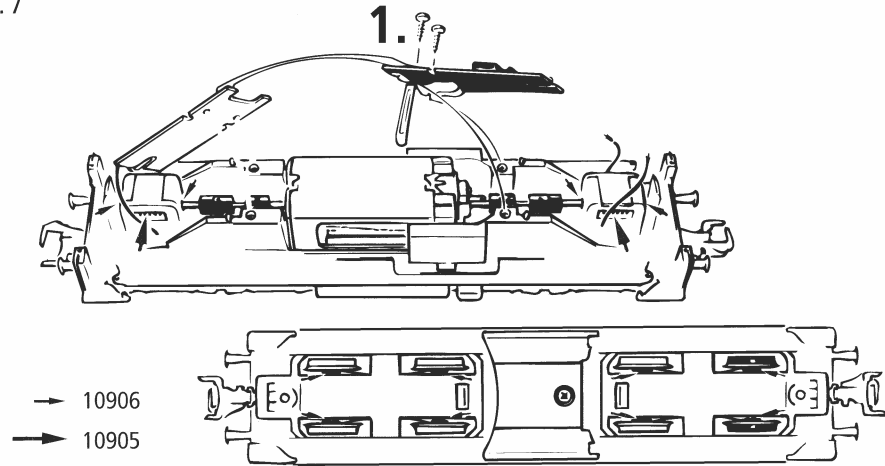

Fig. 8
**1. Reinigung der Radstromkontakte:** Radstromkontakte können auf unsauberen Schienen leicht verschmutzen. Bitte **entfernen Sie** vorsichtig mit einem kleinen Pinsel **den Schmutz** an den in Fig. 8 gekennzeichneten Stellen.
**1. Nettoyage des lames de contact aux roues:** Les lames de contact risquent de s'encrasser rapidement sur des voies poussiéreuses. Veuillez **enlever la poussière** aux endroits marqués à la fig. 8 à l'aide d'un petit pinceau.
**1. Reinigen van de wielcontacte:** Verwijder met een penseel het rail op de aangegeven plaatsen (Fig. 8).